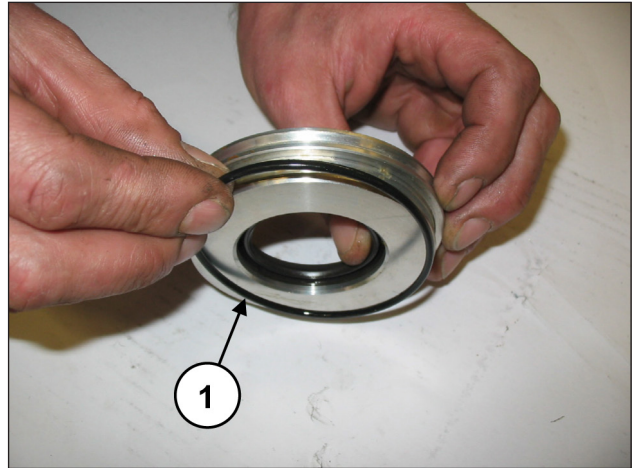
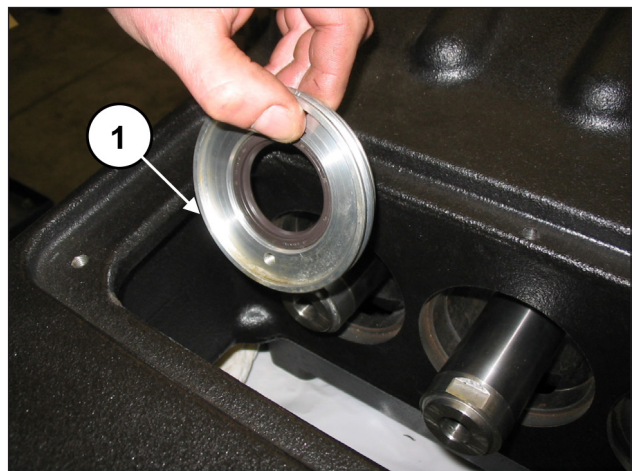

Fig. 95
Fig. 96
Posicione o anel circular (pos. ①, Fig. 95) no local da cobertura da vedação do óleo e insira o grupo montado no interior do carter no local adequado (pos. ①, Fig. 96).